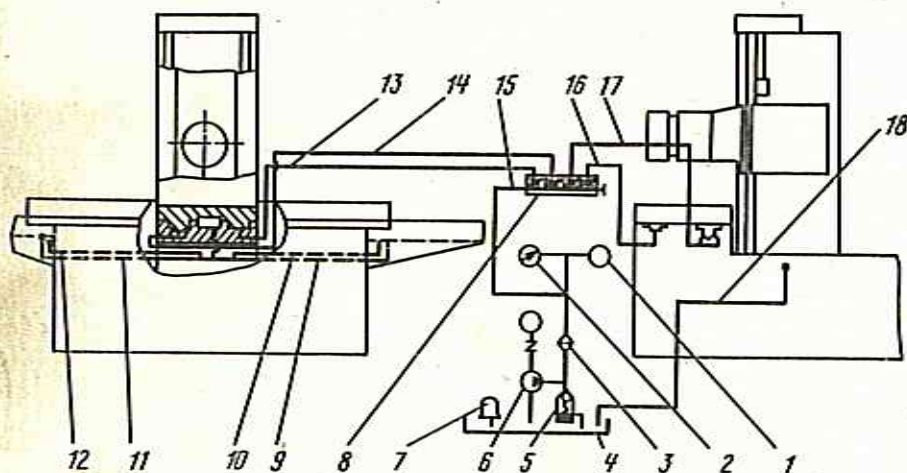

Рис. 13. Схема смазки принципиальная
7.3. Описание работы централизованной системы смазки. Схема смазки принципиальная (рис. 13).
Величина настройки давления 0,5...0,8 кгс/см² контролируется манометром 2. Для предотвращения включения движения стойки и стола при отсутствии смазки на направляющих в системе смазки установлено реле давления I типа РД8/10-00-03. Регулировка и визуальный контроль смазки на направляющих осуществляется дроссельным блоком смазки 8 (см. рис. 13). При заворачивании регулировочных винтов блока изменяется зазор, а значит и величина расхода масла. Необходимо количество смазки, поступающей на направляющие, обеспечивается в том случае, когда поплавки дроссельного блока смазки 8 находятся между двумя красными линиями.
Масло к направляющим поступает через фильтр тонкой очистки 3 по трубопроводам 13, 14, 15, 16, 17 (см. рис. 13). Слив масла с